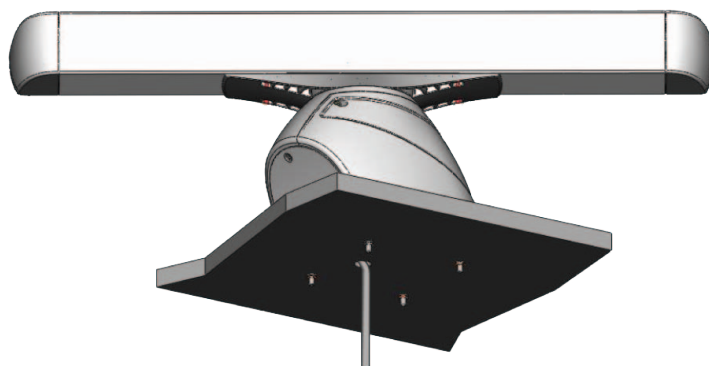

Figura 8
3. Instradare i cavi di alimentazione e di rete nella parte anteriore del radar (Figura 7) oppure in un foro praticato sulla superficie di montaggio (Figura 8). Evitare di piegare o ruotare eccessivamente i cavi.